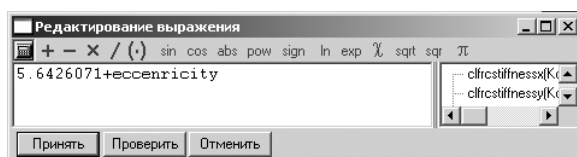

Рис. 2.122. Диалоговое окно **Редактирование выражения** после добавления идентификатора дебаланса **eccentricity**
- щелкните дважды в окне **Инспектор** в разделе **Координаты центра масс в СК тела** в поле координаты **Y**. Появится диалоговое окно **Редактирование выражения** с ранее добавленным идентификатором дебаланса **eccentricity**, см. рис. 2.122;